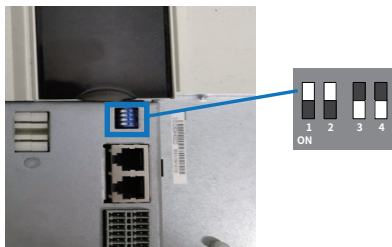

图 A-3 终端电阻拨码
- 1) 终端电阻拨码，打开主、从驱动器前盖板，将 CAN 通信终端电阻拨码 3、4 均拨至 ON 状态，具体位置如第 184 页上的“图 A-3 终端电阻拨码”所示。